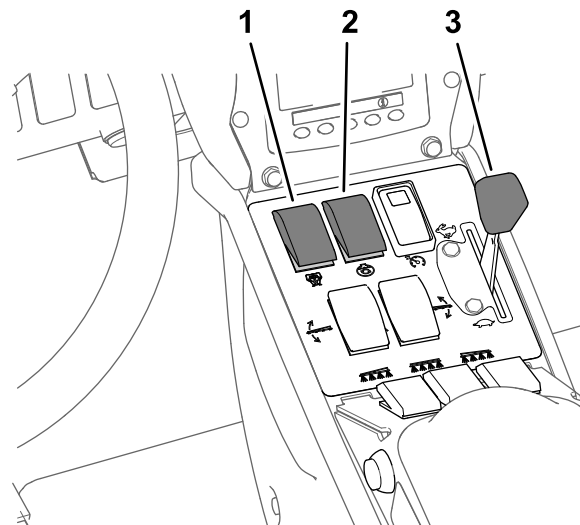

图 45
8. 将搅拌开关和喷洒泵开关设定至开启位置图 45。
9. 将节流阀设定至快速位置图 45。
注意 此程序假定喷洒泵是打开的请参阅 以喷洒率模式喷洒 \(页码 32\) 中的图 45。
4. 调节节流阀到所需的发动机转速进行喷洒请参阅 以喷洒率模式喷洒 \(页码 32\) 中的图 45。